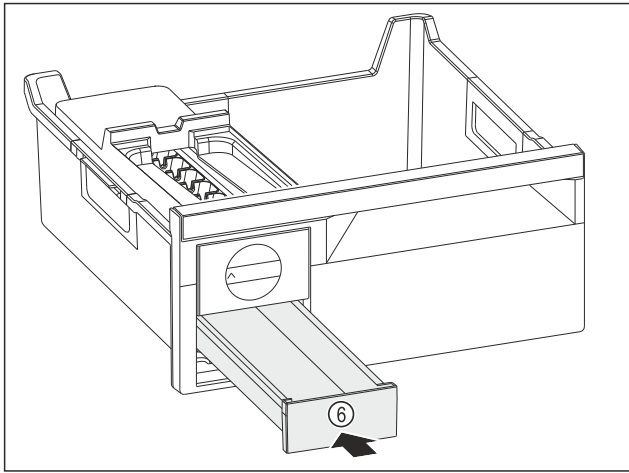

Fig. 79
▶ Вдвиньте выдвижной ящик для кубиков льда Fig. 79 (6).